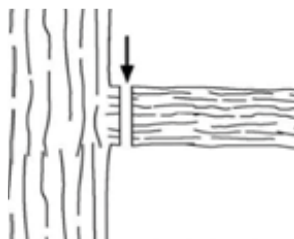

Рисунок 17. Напрямок спилювання малих гілок.
5.2.3 Спилювання малих гілок і їхніх частин вести якомога ближче до основного стовбура у вертикальній площині (рис. 17).